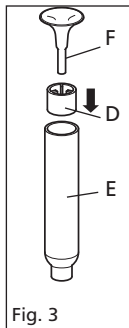

Fig. 3
1. Присоедините поддержку купола (D) к основному корпусу купола (E) и полностью вдвиньте её.
2. Расположите купол (F) на корпусе и нажмите на установки. См. Рис. 3.